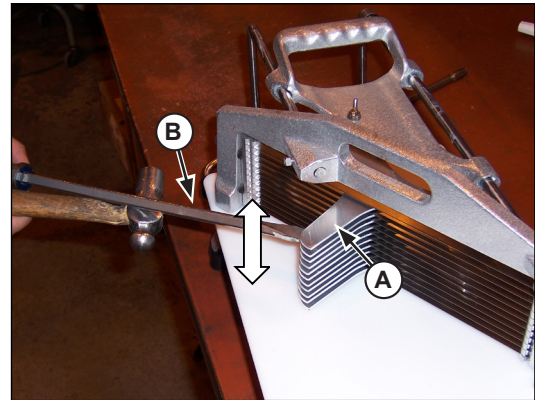

Figura 1. Ajuste del cabezal de empuje entre las hojas.
1. Inserte cuidadosamente un destornillador (B) entre las ranuras del conjunto del cabezal de empuje (A). Golpee ligeramente el destornillador (B) (hacia arriba o hacia abajo) para alterar la ubicación de los dedos del cabezal de empuje de modo que se deslicen sin problemas a través de las hojas. Consulte la Figura 1.